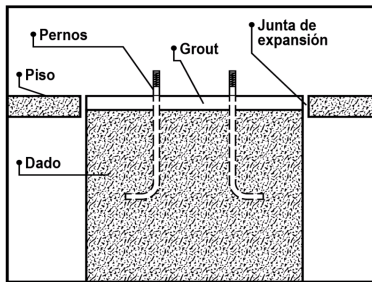

Fig 3. Anclaje de barras y pernos
- Anclaje de pernos, barras, varillas, bases para antenas, estructuras metálicas y tornillos en concreto o roca (fig. 3 y 4)